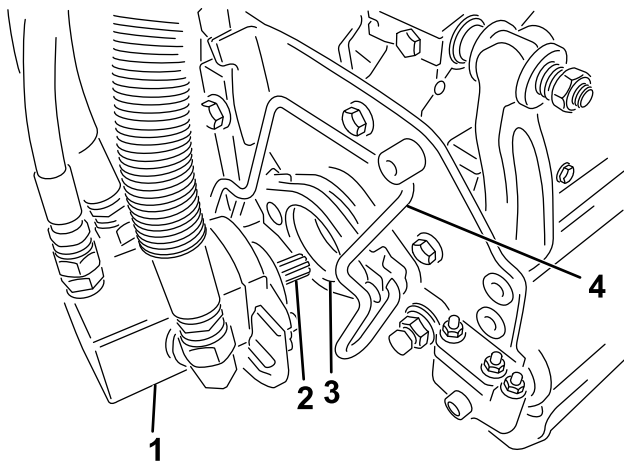

Figura 50
5. Acoperii arborele canelat al motorului unității de tăiere cu lubrifianț curat (Figura 50).
6. Introduceți motorul în partea stângă a unității de tăiere (aa cum se vede din poziția operatorului) și trageți bara de fixare a motorului de pe unitatea de tăiere spre motor până când auzii un clic din ambele părți ale motorului (Figura 50).